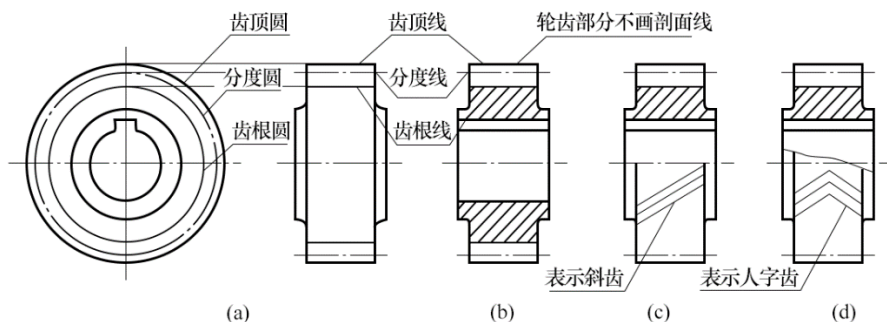

图 5-11 圆柱齿轮的画法
圆柱齿轮有直齿、斜齿和人字齿等，如图 5-11 (a) 所示为直齿圆柱齿轮的画法。
2. 在剖视图中，当剖切平面通过齿轮轴线时，齿根线用粗实线绘制，轮齿按不剖处理，如图 5-11 (b) 所示。
3. 表示斜齿、人字齿时，可在外观视图上用三条与齿线方向一致的细实线表示，如图 5-11 (c)、(d) 所示。